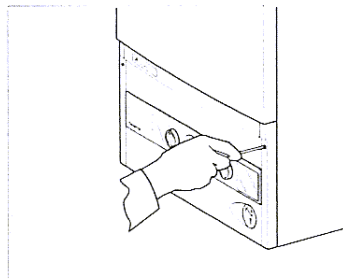

Fig. 1
- Desatornillar los dos tornillos de sujeción (1) de la caldera, del panel de mandos (fig.1)